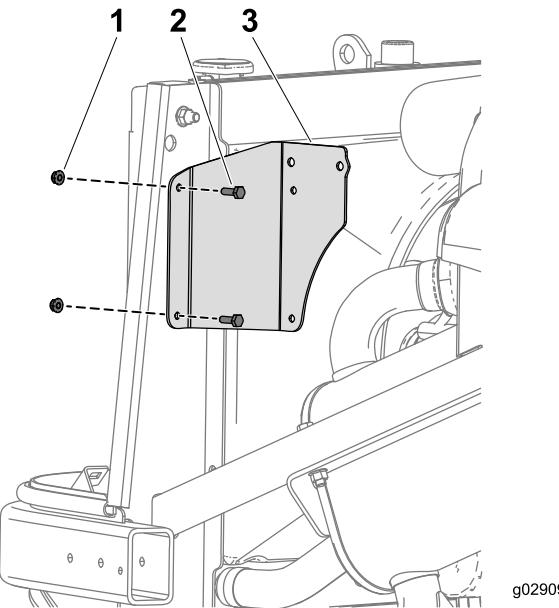

Figura 14
1. Montate la staffa utilizzando 2 bulloni (1/4 x 3/4 poll.) e i dadi precedentemente rimossi dalla staffa di troppopieno del radiatore (Figura 14).